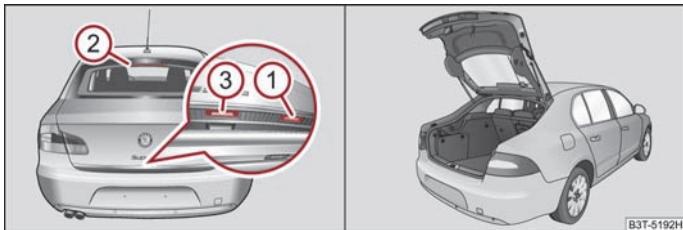

Abb. 31 Griff der Gepäckraumklappe / geöffnete große Gepäckraumklappe
Nach dem Entriegeln des Fahrzeugs mit dem Funkschlüssel bzw. mit dem Schlüssel ⇒ Seite 43, Notentriegelung und -verriegelung der Fahrertür können Sie die große Gepäckraumklappe ⇒ Abb. 31 öffnen.
- Drücken Sie den Griff ① ⇒ Abb. 31 an der Unterkante der Gepäckraumklappe.
- Warten Sie, bis die Bremsleuchte ② in der Heckscheibe zweimal blinkt.
- Drücken Sie auf den Griff ③ und heben Sie gleichzeitig die Gepäckraumklappe an.